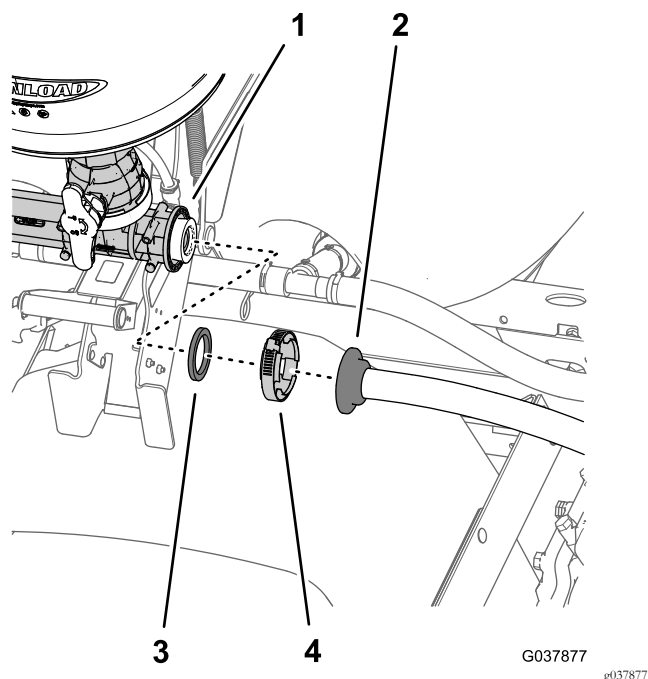

Figura 41
1. Rimuovete il morsetto flangiato che fissa il raccordo diritto dentellato del flessibile di alimentazione del nebulizzatore alla flangia di ingresso del nebulizzatore (Figura 41).
2. Separate il raccordo diritto dentellato dal nebulizzatore e rimuovete la guarnizione (Figura 41).